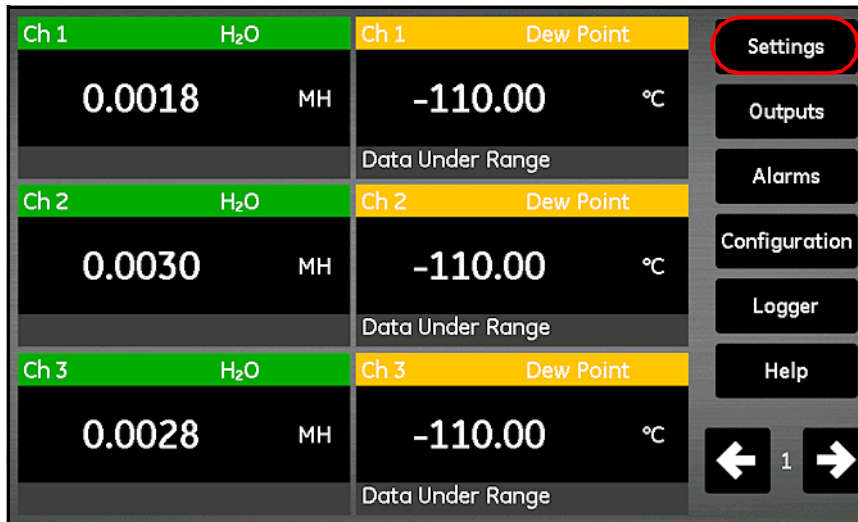

Figura 86: Pulsante Impostazioni nella schermata principale
4. Dalla schermata principale, toccare il pulsante **Impostazioni** (Figura 86).